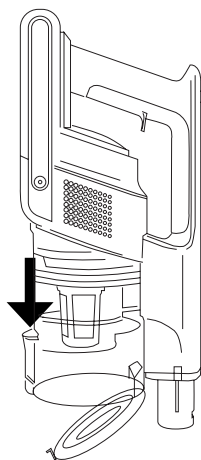

Fig.2
- Otworzyć pokrywkę pojemnika i wyrzucić jego zawartość do kosza na śmieci. (Fig.2)